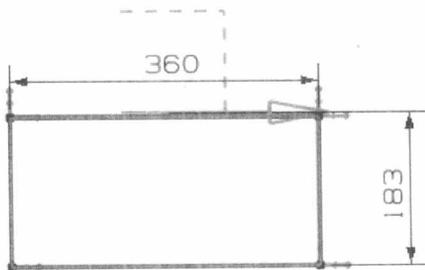

图 1-8 绘制基体草图
(2) 绘制钣金基体草图。运用草图命令按如图 1-8 所示绘制基体草图，基体为垫片。